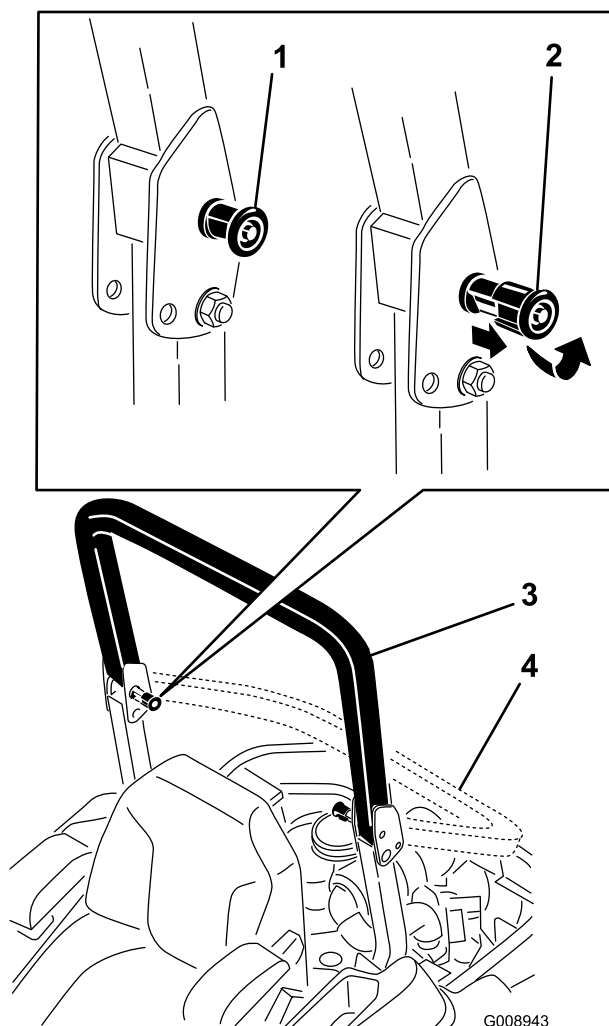

Figure 6
2. Tirez sur les deux boutons et tournez-les à 90 degrés pour les désengager (Figure 6).
3. Faites pivoter l'arceau de sécurité à la position abaissée (Figure 6).
4. Pour relever l'arceau de sécurité à la position d'utilisation, tournez les boutons de sorte à les déplacer partiellement dans les rainures (Figure 6).
5. Redressez l'arceau de sécurité en position relevée tout en poussant sur la partie supérieure de sorte que les goupilles s'engagent en position quand les trous sont en face (Figure 6).